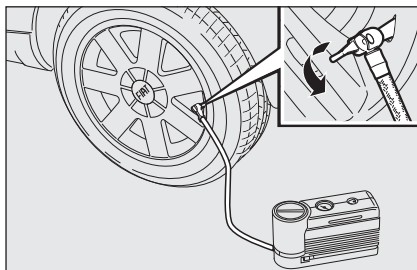
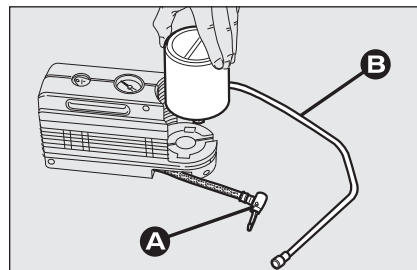

fig. 7
fig. 8
El compresor debe utilizarse sólo para restablecer la presión. Tomar el pico del aerosol **A-fig. 8** y conectarlo directamente a la válvula del neumático **fig. 7**; de esta forma, la botella no estará conectada al compresor y no se inyectará líquido sellador.
- ☐ desconecte el acoplamiento **A-fig. 8**;